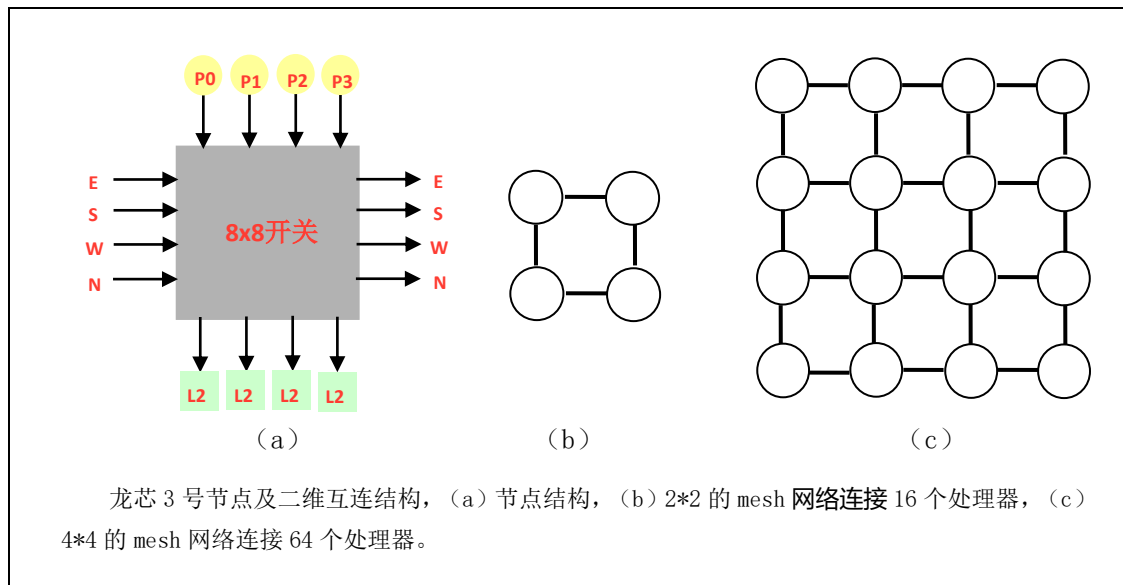

图 1-1 龙芯 3 号系统结构
龙芯 3 号采用的可伸缩互连结构如下图 1-1 所示。龙芯 3 号片内及多片系统通过类似的互连端口以节点为单位实现互连结构，其中每个节点由 8\*8 的交叉开关组成，每个交叉开关连接四个处理器核以及四个共享 Cache，并与东 (E) 南 (N) 西 (W) 北 (N) 四个方向的其他节点互连。